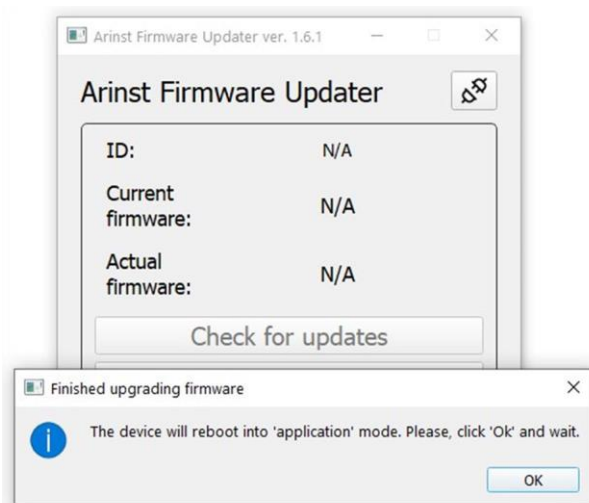

Рисунок A2.10 – Сообщение загрузчика о переходе прибора в режим приложения
**Примечание** – Завершив загрузку обновлений МПО, прибор будет автоматически перезагружен и перейдет в режим приложения. На экране ПК будет выведено соответствующее сообщение загрузчика (Рисунок A2.10).